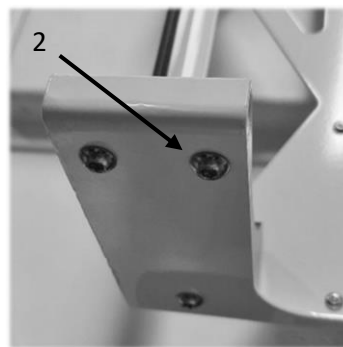

Abbildung 11: Verschraubung der Radaufnahme
1. Lösen Sie die drei M8-Linsenkopfschrauben (2) (Abb. 11) und entnehmen Sie die defekte Radaufnahme (1).